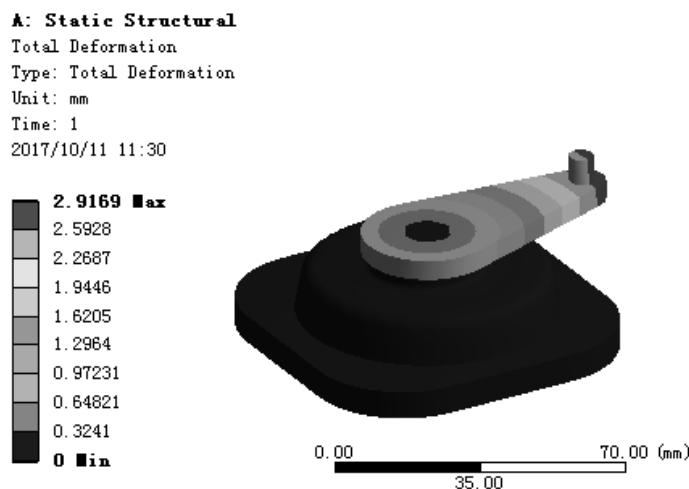

图 7.6.58 位移变形结果图解
(3) 查看位移结果图解。在“Outline”窗口中选中 Total Deformation，查看图 7.6.58 所示的位移变形结果，其最大位移为 2.9169mm。